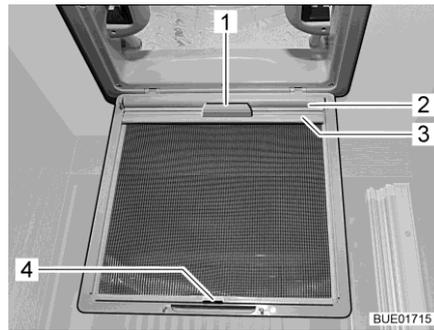

Fig. 93 Store occultant (lanterneau)
- Tirer le store occultant (Fig. 93,2) par la poignée (Fig. 93,1) et accrocher la baguette de support (Fig. 93,3) dans le crochet (Fig. 93,4) sur la moustiquaire.
- Enlever la baguette de support (Fig. 93,3) de sur le crochet (Fig. 93,4) et faire lentement redescendre le store occultant (Fig. 93,2) en le tenant par la poignée (Fig. 93,1).